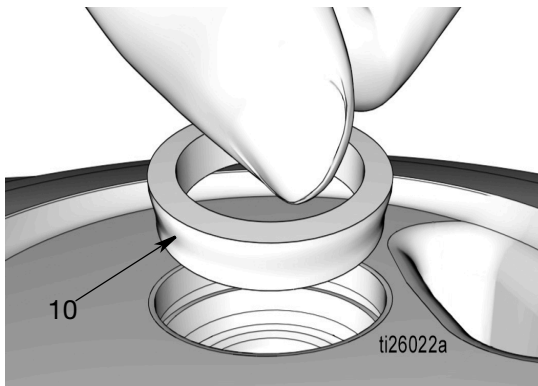

FIG. 37
- i. Monte el espaciador cónico (10), con el lado cónico orientado hacia abajo como se observa en FIG. 37.